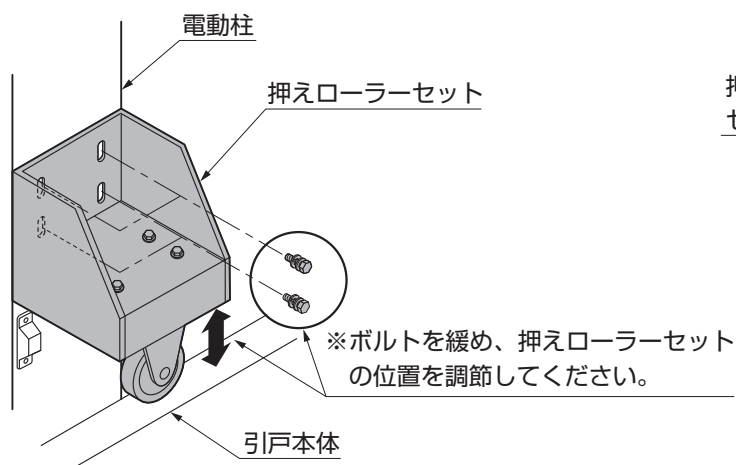

図20-3
- ②引戸を閉めた状態で、押えローラーセットのローラーと引戸本体が浮かないよう、押えローラー取付けボルト(M6×15六角ボルト)で調節してください。(図20-3参照)